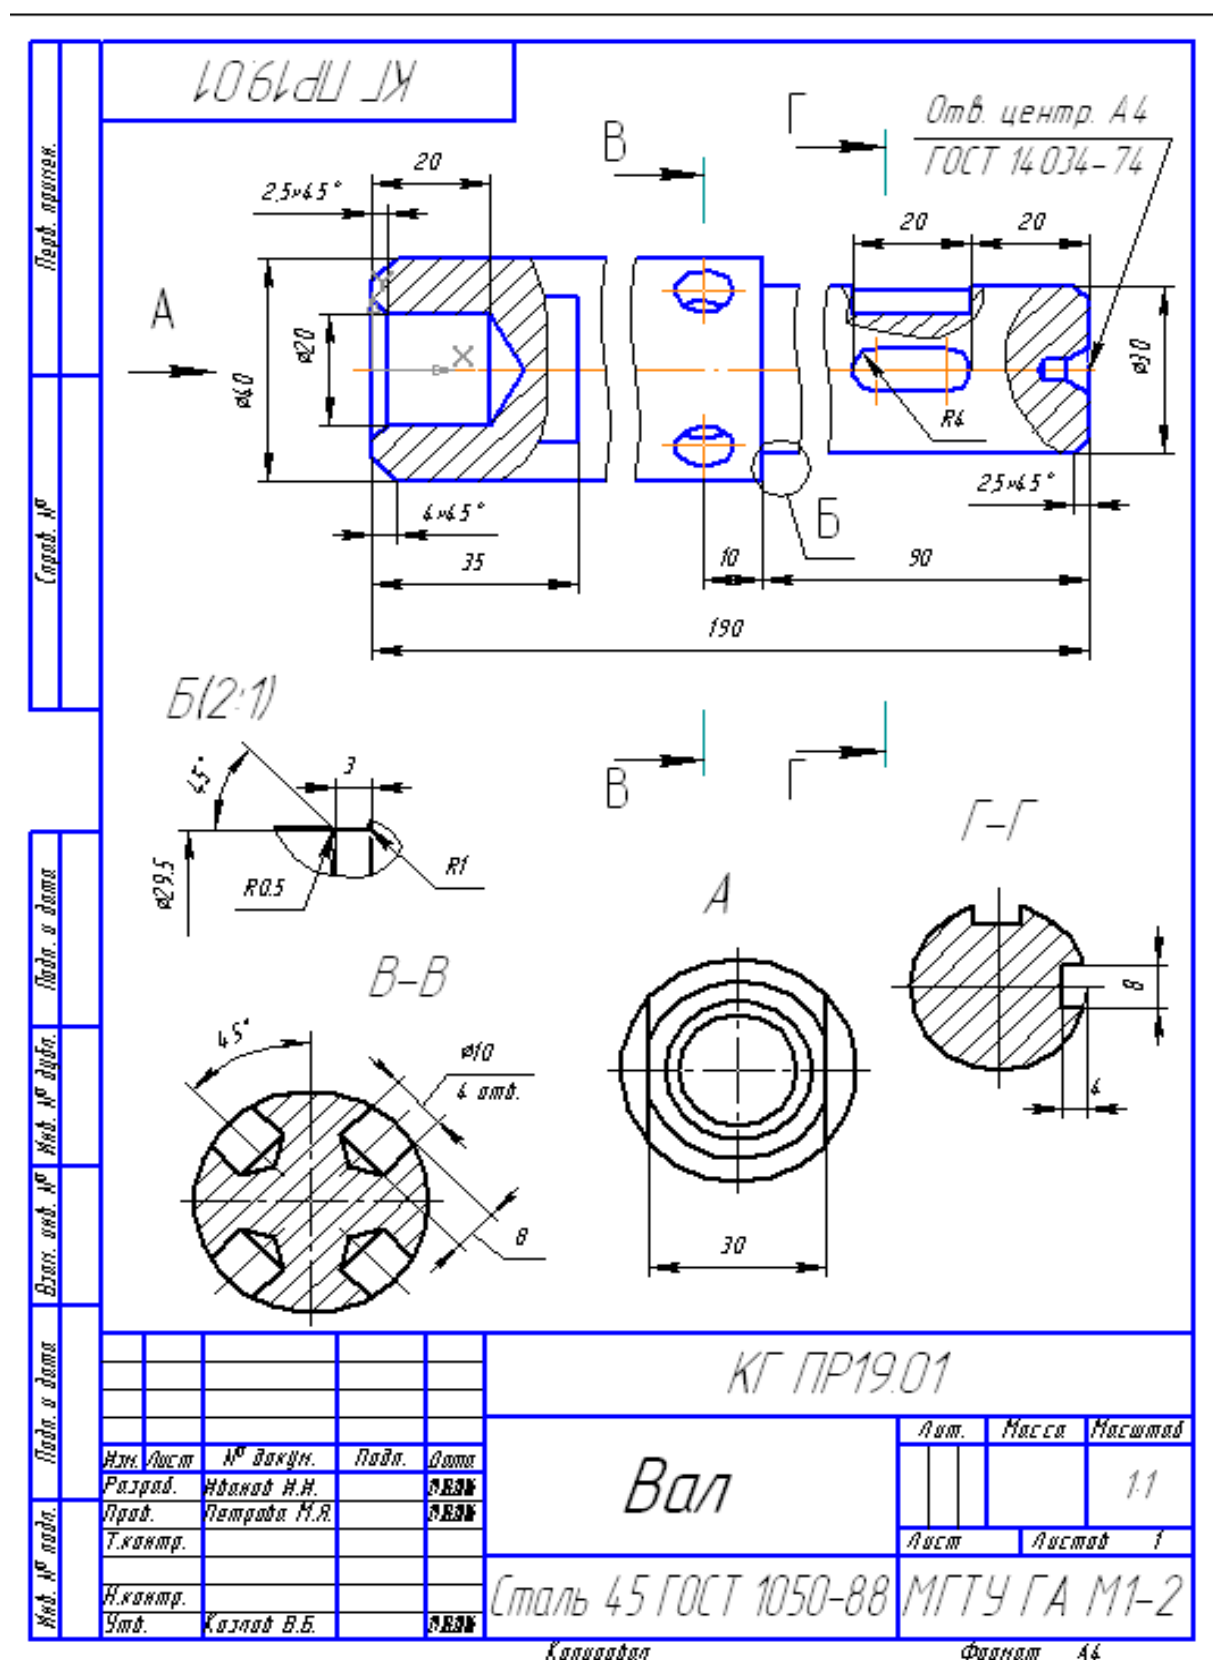
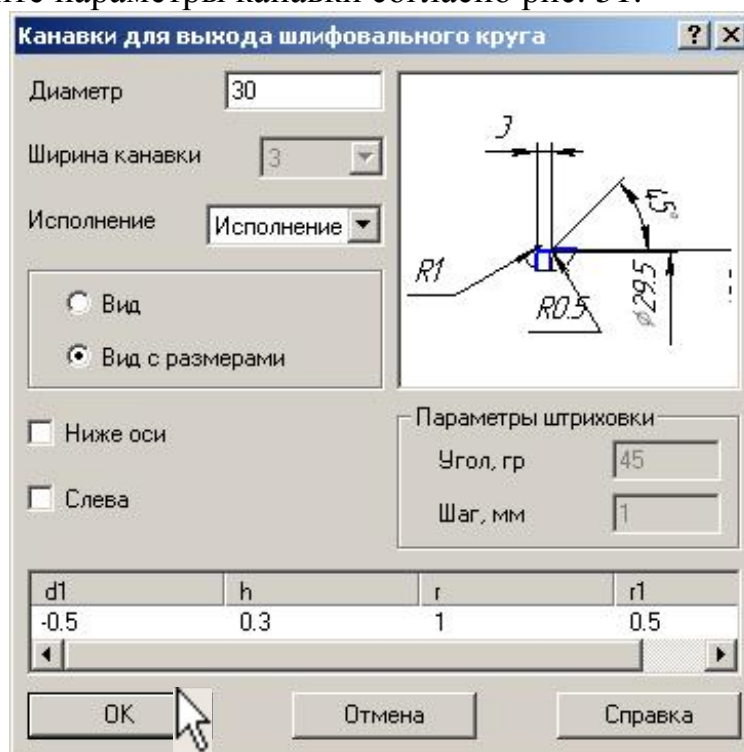

Рис. 29
Рис. 51
**Задание.** Выполните чертеж, рис. 29. Проставьте размеры.
Переместите **Вид 2** в положение согласно рис. 29. Для этого активизируйте команду *Выделить вид*  *Указанием* в меню *Выделить*, нажмите кнопку *Сдвиг*  на панели *Редактор*  и переместите вид в указанное положение.
предварительно построенный разрез В-В и командой **Сдвиг**  на панели **Редактирование**  переместите изображение в положение согласно рис. 29.
Расположите изображение разреза на формате чертежа в положении, показанном на рис. 29.
14. Создайте новый вид  в масштабе М2:1. Базовую точку вида расположите на формате согласно рис. 29. Для выполнения выносного элемента откройте **Конструкторскую библиотеку** и выберите в разделе **Конструктивные элементы Канавки для выхода шлифовального круга** «Наружное шлифование по цилиндру». Установите параметры канавки согласно рис. 51.
16. Заполните основную надпись согласно рис. 29.
**Задание.** Выполните пространственную модель детали, изображенной на рис. 29, в следующем порядке: